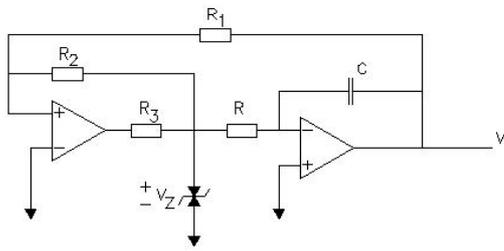

Figura 2
9. Diseñar el circuito de la figura 2 para obtener un generador de onda triangular y cuadrada par obtener una frecuencia de funcionamiento de 20Hz. Datos: tensiones de disparo $\pm 5V$ y tensión de los diodos zener 9.1V.